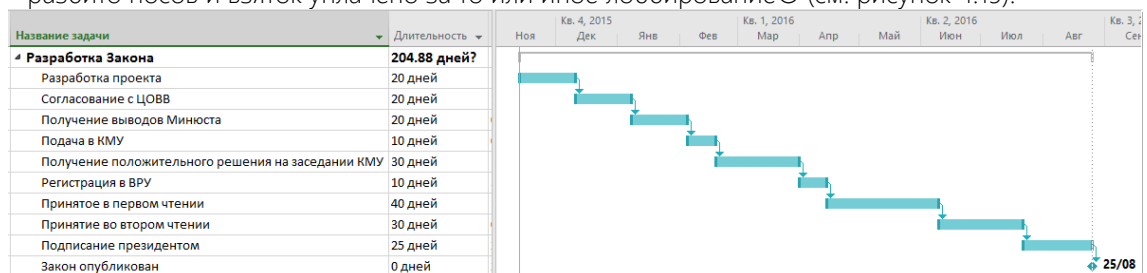

Рисунок 4.15 – Шаблон типового процесса типового проекта
2. **Полукровка.** Такой тип проекта означает, что один или процесс, или результат будет для вас неизвестным. Например, законодательная деятельность подчиняется определенному процессу, но в тот же момент, никто не знает, какой конкретно выйдет закон (содержание, объем), сколько будет разбито носов и взятку уплачено за то или иное лоббирование (см. рисунок 4.15).